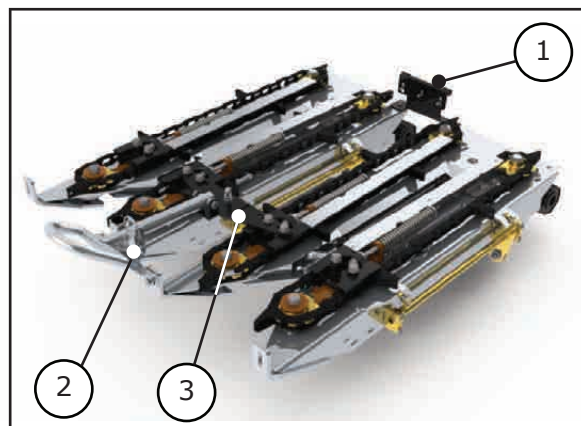
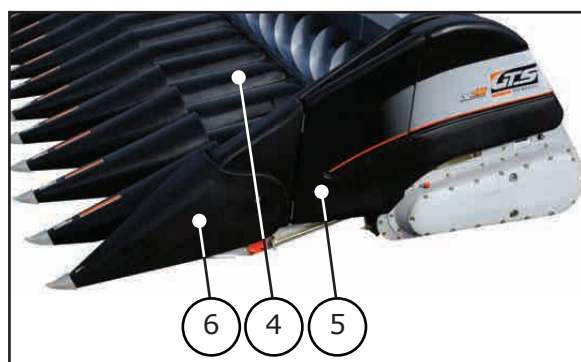
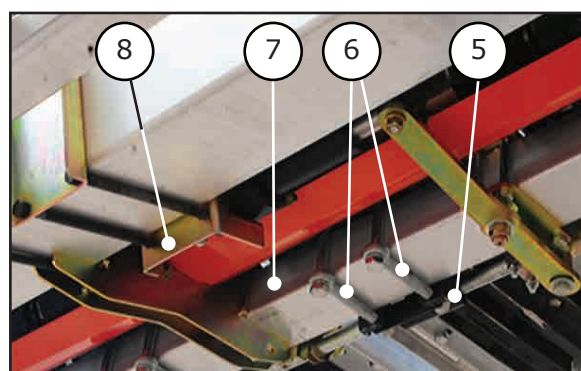

Figura 21
Figura 22
Figura 25
- Junções (1, 2 e 3) com as medidas dimensões de espaçamento, figura 21;
- Porta-bicos (4).
Os porta-bicos laterais (5) e bicos laterais (6) figura 22, não precisam ser trocados.
b) De posse do novo Kit de peças (1, 2, 3 e 4), acople a plataforma conforme instruções do tópico 4.0 - "Preparação e Regulagens da Plataforma", item 4.1 - "Acoplamentos da Plataforma".
- g) Remova as três junções (1, 2 e 3) de todas as linhas de recolhimento, figura 21.
- i) Por baixo da plataforma, solte todas as porcas de travamento (5), figura 25.
- j) Instale os parafusos e porcas (5 e 6) figura 25.
l) Após posicionar todas as unidades de colheita e antes de apertar as peças (5 e 6) dos travamentos, monte as junções (1, 2 e 3) da figura 21, fornecidas no KIT para o novo espaçamento. Montadas as junções (1, 2 e 3), aperte as peças (5 e 6) figura 25, travando as unidades de colheita em suas posições.